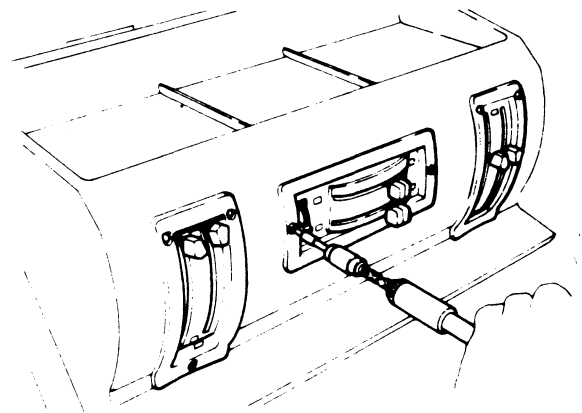

Fig. 4
- De kap om de kachelunit kan afgenomen worden door de twee bouten B los te draaien; daartoe moeten ook de randen om de bedieningsknoppen verwijderd worden (Fig. 4).